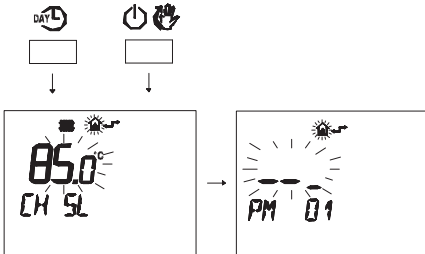

Figura 5.40
- Premere contemporaneamente i pulsanti DAY e per entrare nella programmazione trasparente (Figura 5.40).